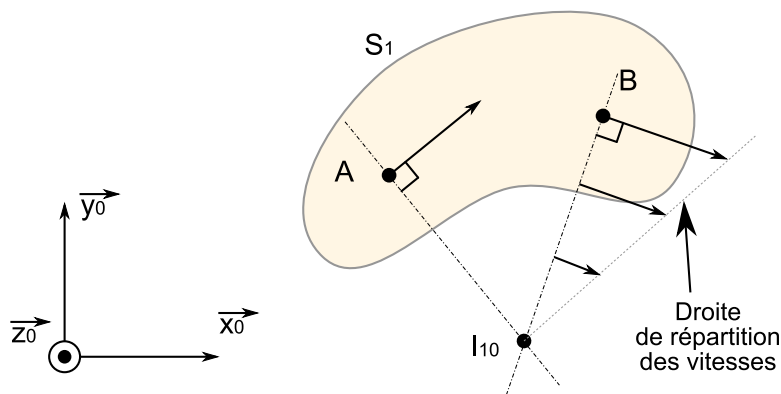

FIGURE 2 – Orthogonalité entre les vitesses et le “rayon au CIR”.
- Soit S_1 , un solide en mouvement dans un repère R_0 , et ayant pour CIR " I_{10} ". Alors, pour tout $P \in S_1$, on a (fig.2) :